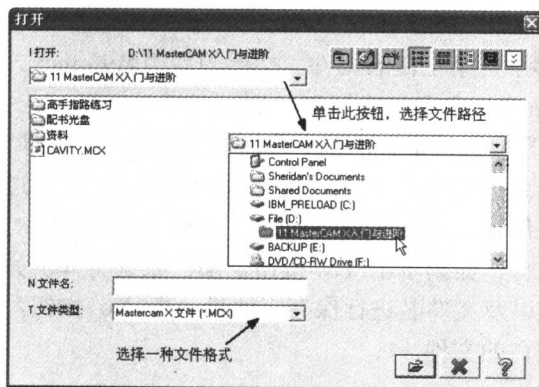
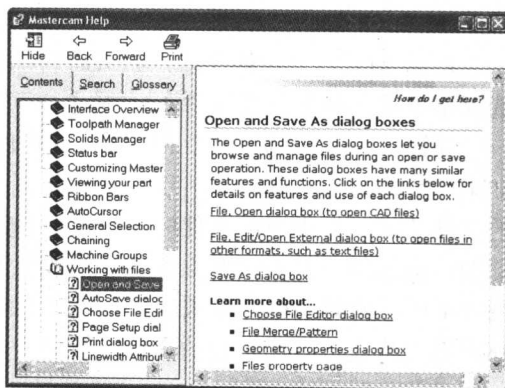

图 1-8
图 1-9
选择菜单【文件】→【 打开文件(O)】，弹出如图 1-8 所示的【打开】对话框，首先选择需要打开文件所在的路径，如果文件所在的文件夹已经显示在对话框的列表中，那么用鼠标双击该文件夹，例如这里双击“配书光盘”文件夹，就会显示“配书光盘”文件夹里面的内容，选择需要打开的文件，在对话框中单击（打开）按钮，就可以将指定的文件打开。如果单击（取消）按钮，那么将关闭对话框，并且不执行文件打开的操作。单击按钮，可以调用 Mastercam 软件系统的在线帮助，如图 1-9 所示。
(1) 针对某项功能, 例如绘制直线功能, 但调用该功能后, 在“工作条”中会出现一个 ? 按钮, 单击该按钮可以直接到达相应部分的帮助。图 1-8 中的 ? 按钮也具有同样的功能。
(2) 直接按 Alt+H 组合键, 打开在线帮助文档, 查找相应的帮助文件。